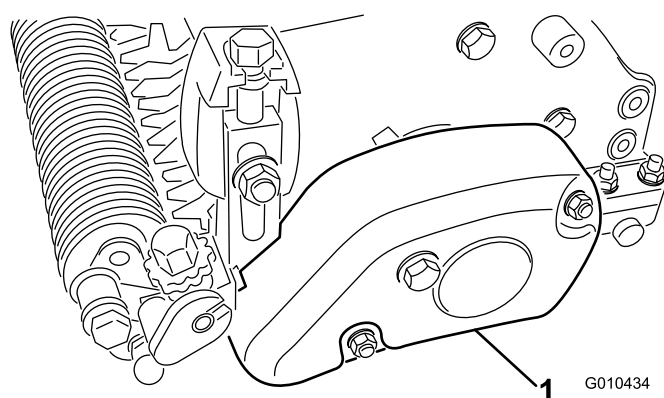

Figure 20
3. Montez le couvercle de courroie sur le carter du groomer à l'aide de 2 contre-écrous (M8), comme montré à la Figure 20.